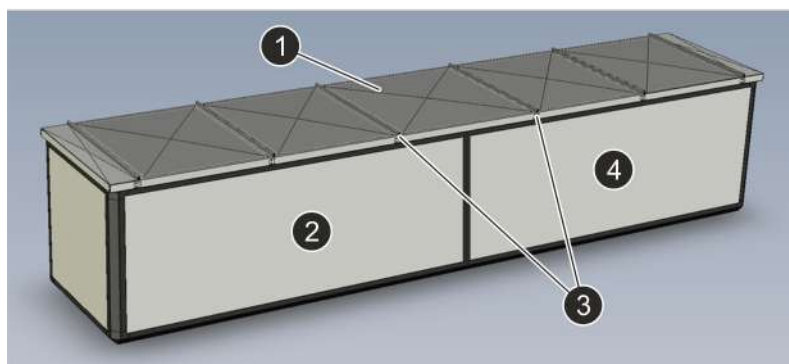

Fig. 28: Equipo de varios cubos con techo de chapa
En los equipos de varios cubos las piezas intermedias de techo vienen premontadas en los cubos individuales. La pieza intermedia de techo (Fig. 28/1) para el punto de unión entre los dos cubos (Fig. 28/2+4) se suministra suelta. En los puntos de unión vienen montados carriles en L, que deben remacharse tras el acoplamiento de los cubos individuales. El material de fijación necesario se adjunta al equipo. El techo de chapa sobresale del equipo. No es necesario sellar el techo de chapa.
- Inserte la pieza intermedia de techo (Fig. 28/1) por un lado en la guía correspondiente.